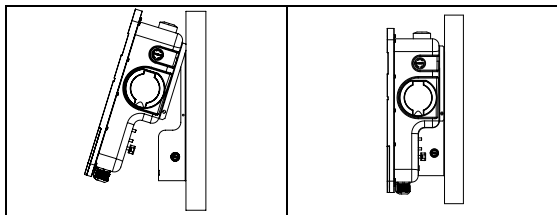

Fig. 5-5 Fixation de l'EVSE au mur
1. Ouvrez le couvercle décoratif et le couvercle d'étanchéité comme indiqué sur la figure 5-5.